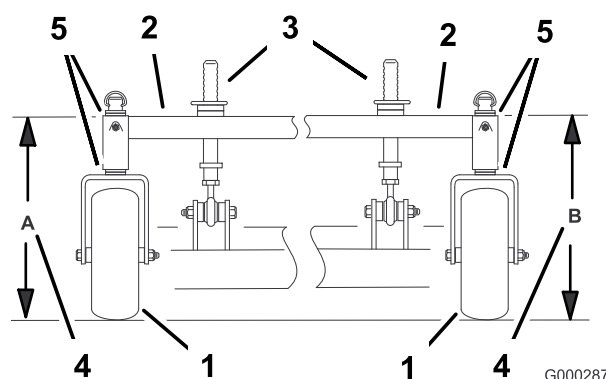

Figura 57
4. Misurate l'altezza del telaio portante al punto **A** (Figura 57).
5. Misurate l'altezza del telaio portante al punto **B** (Figura 57).